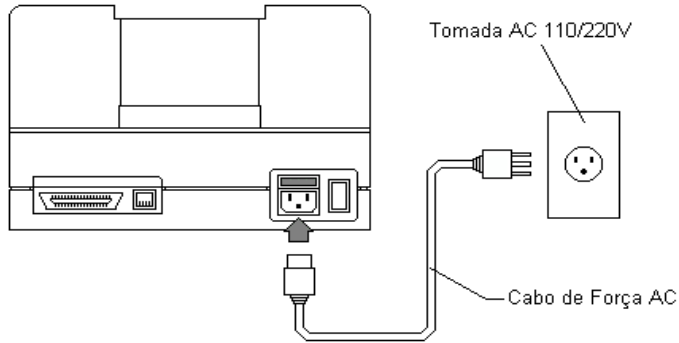

Figura 8 – Conexão à rede elétrica
Conecte o cabo de força a entrada de força AC (12) e a outra extremidade em tomada de três pinos conforme modelo NEMA5-15R como mostrado na figura 8: